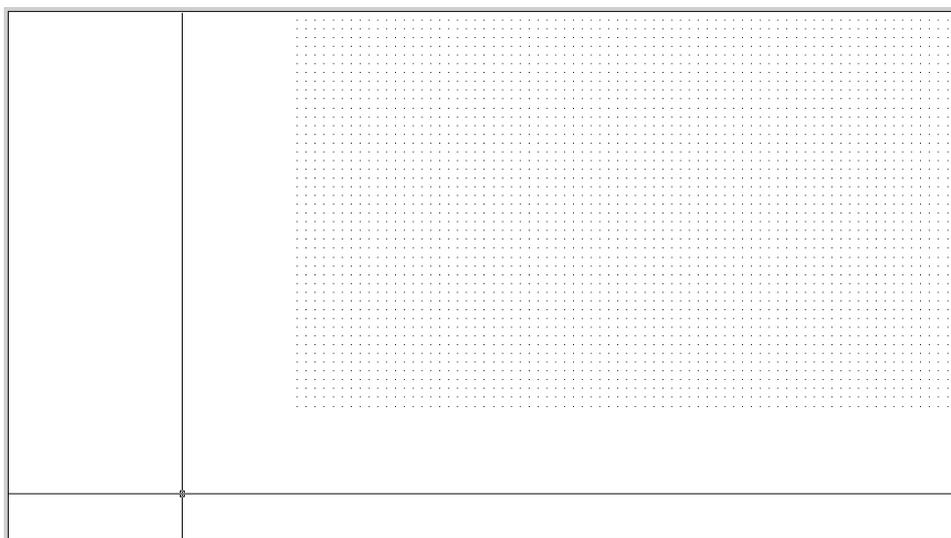

Рис. 3.6. Сетка после увеличения границ чертежа
4. Как только вы введете координаты правого верхнего угла, сетка существенно увеличится в размере, выйдя за пределы области черчения (рис. 3.6). Для того чтобы увидеть всю сетку, нужно увеличить масштаб изображения. Для этого можно воспользоваться инструментами **Zoom In** или **Zoom Extents**, но на этот раз мы применим инструмент **Zoom All**.